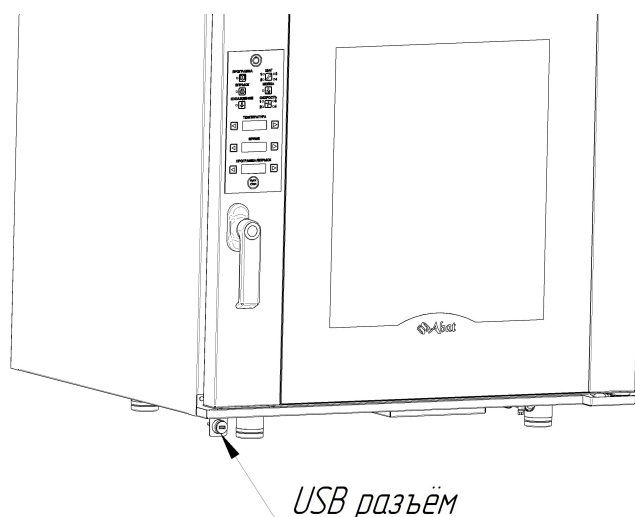

Рис. 4. Расположение USB разъема
- Вставить USB-flash в USB-разъем (см. рис. 4), предварительно открутив защитную крышечку.